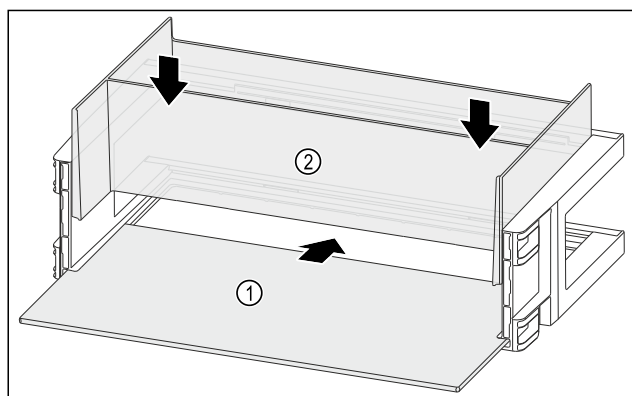

Fig. 135
- ▶ Вдвиньте съемную полку Fig. 135 (1) в боковые пазы.
- ▶ Смонтируйте органайзер Fig. 135 (2).